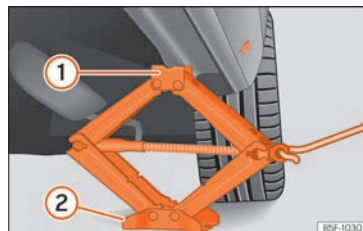

Fig. 79 Bas de caisse : placement du cric du véhicule.
- Tournez la manivelle du cric*, placé sous le point d'appui du bas de caisse, pour le lever jusqu'à ce que l'ergot **①** » » **fig. 79** se trouve sous le logement en plastique prévu à cet effet.
- Alignez le cric* de sorte que l'ergot **①** « s'encastre » dans le logement en plastique prévu à cet effet sur le bas de caisse et que la plaque de base mobile **②** repose sur le sol. La plaque de base **②** doit tomber à la verticale par rapport au point d'appui **①**.